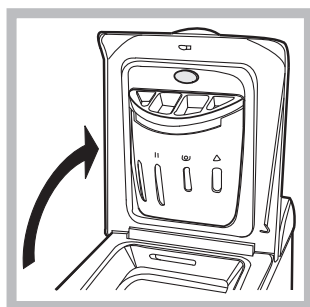

Fig. 1
A) Openen (Afb. 1). Licht het deksel van de wasmachine op en zet het helemaal open.